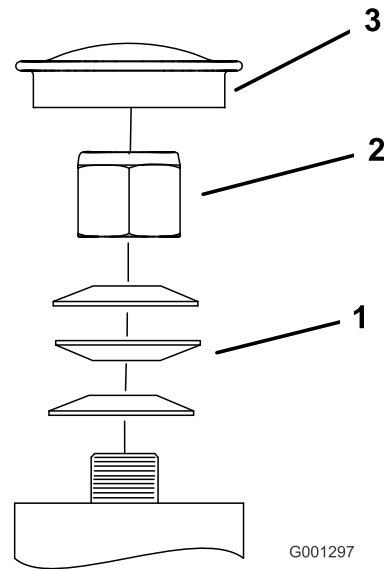

Figura 42
3. Retire el tapón guardapolvo de la rueda giratoria y apriete la contratuerca (Figura 42).
4. Apriete la contratuerca hasta que las arandelas de muelle estén planas, luego afloje la contratuerca $\frac{1}{4}$ de vuelta para establecer la precarga correcta de los cojinetes (Figura 42).
Importante: Asegúrese de que las arandelas de muelle están correctamente instaladas, como se muestra en la Figura 42.
5. Coloque el tapón guardapolvo (Figura 42).